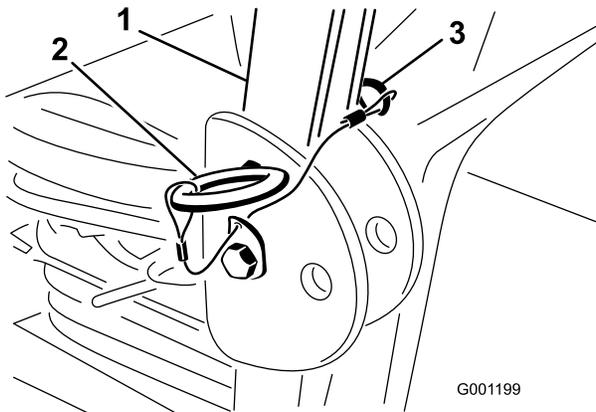

Figure 7
1. Relevez l'arceau de sécurité et retirez les goupilles fendues ainsi que les 2 axes (Figure 7).